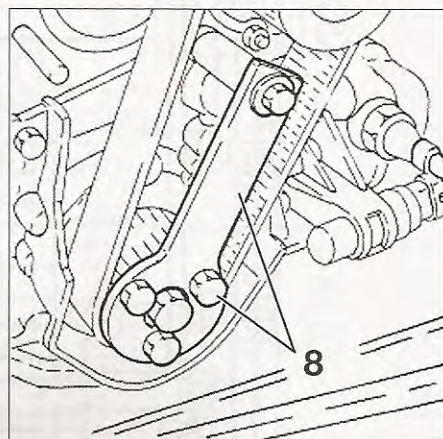

FIG. 6
- 8. Util de bloqueo Fiat (ref: 2000004500) del cigüeñal (fig. 6).
- Montar el útil de bloqueo (8) Fiat (ref: 2000004500) del cigüeñal (fig. 6).